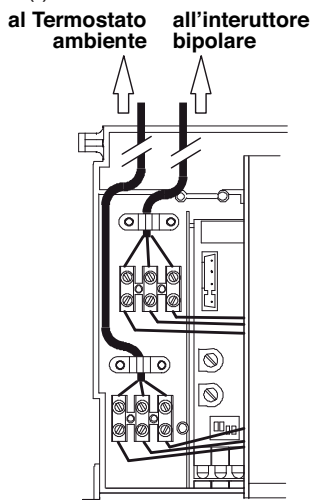

Figura 5.26
ambiente devono seguire il percorso indicato ed essere bloccati come in Figura 5.26 e condotti all'esterno della caldaia attraverso i due fori (I).